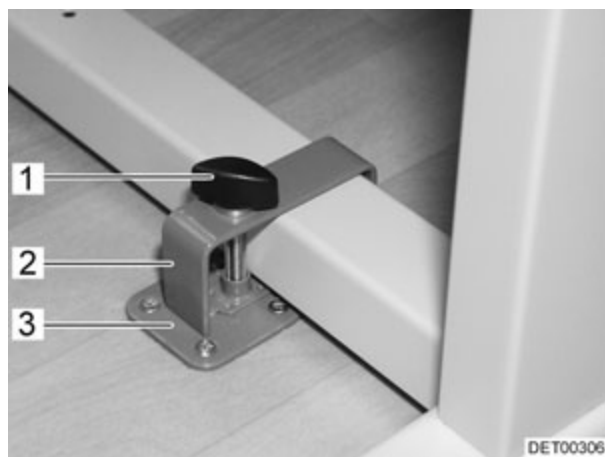
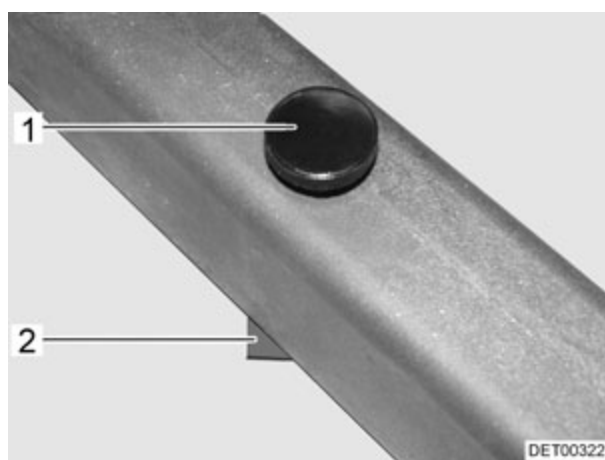

Fig. 60 Bloqueo mesa abatible (variante 1)
Fig. 61 Bloqueo mesa abatible (variante 2)
- Colocar la mesa abatible junto a la sujeción (Fig. 60,3) o sobre la sujeción (Fig. 61,2).
- Colocar la horquilla (Fig. 60,2) con el tornillo de sujeción (Fig. 60,1) sobre la pata de la mesa.
- Desplazar la horquilla y de ser necesario la mesa abatible de tal manera que el tornillo de sujeción (Fig. 60,1 ó Fig. 61,1) pueda atornillarse en la sujeción (Fig. 60,3 ó Fig. 61,2).